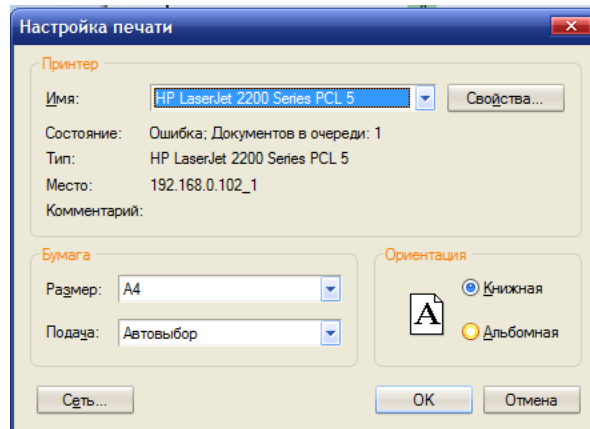

Рисунок 3.12 Меню wyboru принтера та параметрів друку
- **Налаштування принтера.** Меню налаштування принтера та параметрів друку (рис. 3.12)